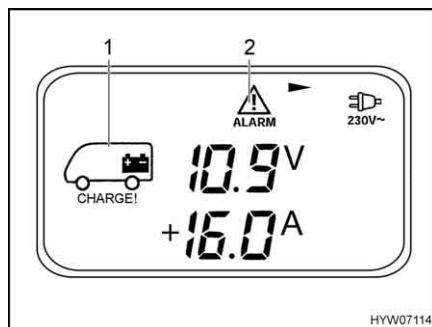

Fig. 125 Menu Batteria (batteria dell'abitacolo)
- Premere il tasto (Fig. 122,2): Appare il menu Batteria (Fig. 125).
- Tensione (V), corrente di carica (+A) e corrente di scarica (-A) della batteria dell'abitacolo (Fig. 125,1)
- Tensione (V) della batteria di avviamento (pagina di menu 2)
Il menu Batteria appare e i simboli (Fig. 125,1 e 2) iniziano a lampeggiare non appena la tensione della batteria dell'abitacolo scende al di sotto di 11 V (misurazione durante il normale esercizio) con conseguente rischio che la batteria si scarichi troppo. Lampeggia inoltre l'indicazione della tensione.